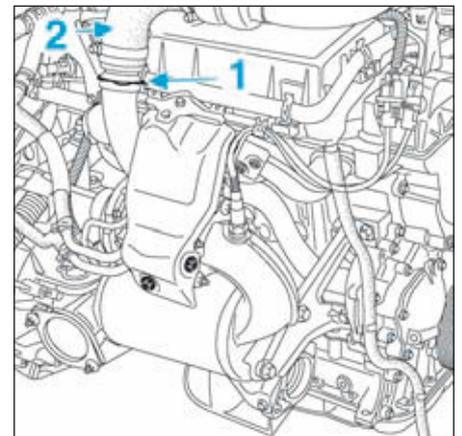

FIG.161
- Après avoir déposé l'agrafe (1), écarter la durite de sortie d'air du turbocompresseur (2) (Fig.161).